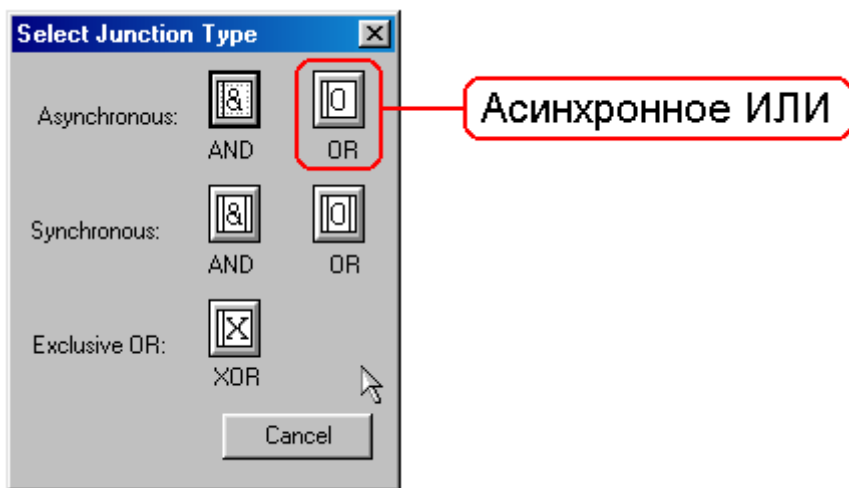

Рисунок 6.12 - Перекресток типа "**асинхронное ИЛИ**"
- 7 С помощью кнопки  на палитре инструментов внесите два перекрестка типа "**асинхронное ИЛИ**" (рисунок 6.12)